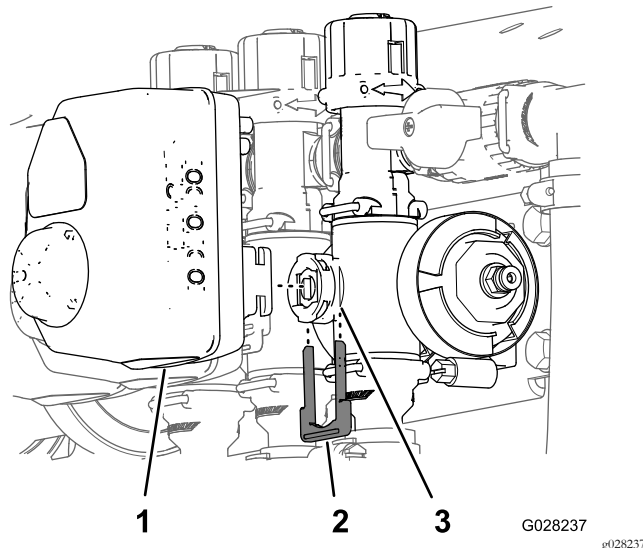

Figure 111
- Retirez l'étrier qui fixe l'actionneur à la vanne du collecteur pour la vanne de débit, la vanne d'agitation, la vanne maîtresse des rampes ou la vanne de section de rampe (Figure 111).